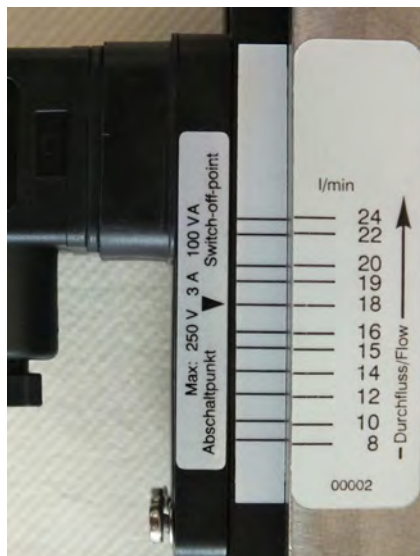

Abb. 34: Schaltwert ablesen (Beispiel-skala)
1. ➤ Darauf achten, dass der Einstellpfeil, der Skalenstrich des Zusatztickettes (Führungsleiste) und der Skalenstrich der Körperskala in einer Flucht liegen (Abb. 34).